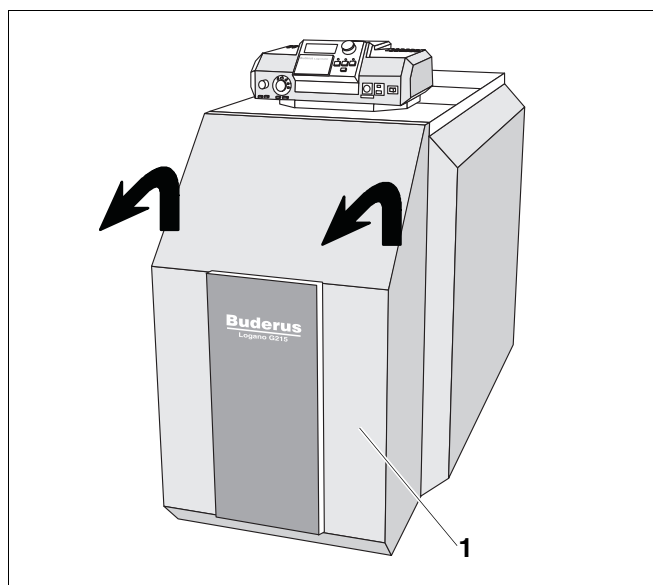

Fig. 5 Se scoate capacul arzătorului
- Ridicați capacul arzătorului (Fig. 5, Poz. 1).